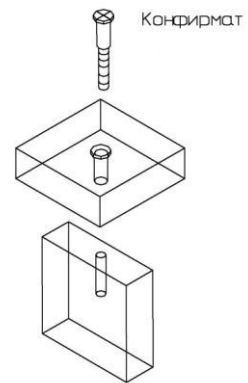

Рис. 2
Закрепить заднюю стенку (4) с помощью конфирматов, ввернув их сквозь отверстия в нижнем щите (3). Присоединить основание комода (5) к нижнему щиту (3) с помощью конфирматов (рис.2). К получившейся конструкции присоединить крышку (1) так, чтобы дюбели и шканты в крышке вошли в предназначенные для них отверстия в боковых стенках (2), (02) и задней стенке (4). Затянуть эксцентрики, повернув их на 180 градусов (см. схему сборки). Закрыть эксцентрики и конфирматы заглушками-самоклейками.